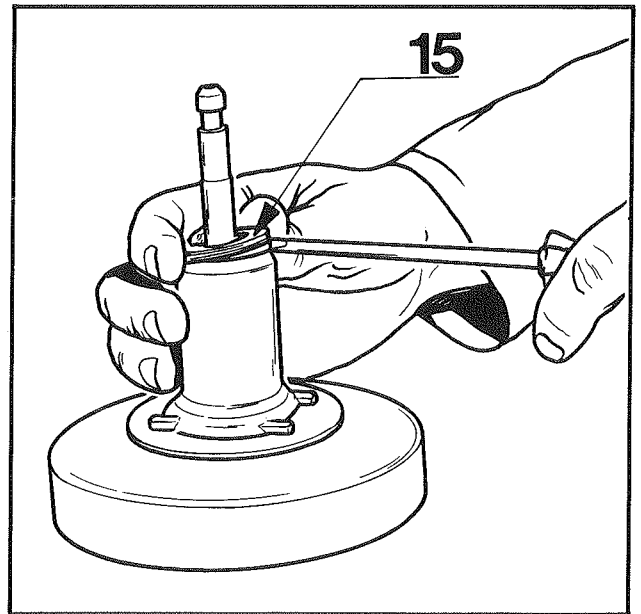

Fig. 9
- Dégager la bague (15) (Fig. 1) et (Fig. 9) de la queue du piston puis déposer l'ensemble de valve (Fig. 10).